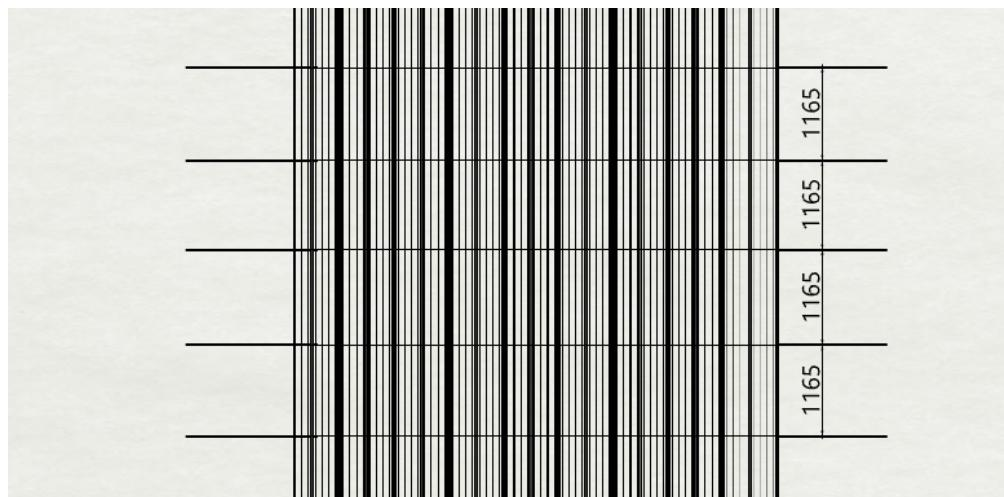

図 1
- まず、クランプの取り付け位置を決定し、次に、取り付けの基準線として墨出しします。各クランプの中心線の間の距離は  $1165 \pm 2\text{mm}$  で墨出しと金属屋根の山は 90 度の角度になるように注意してください(図 1)。